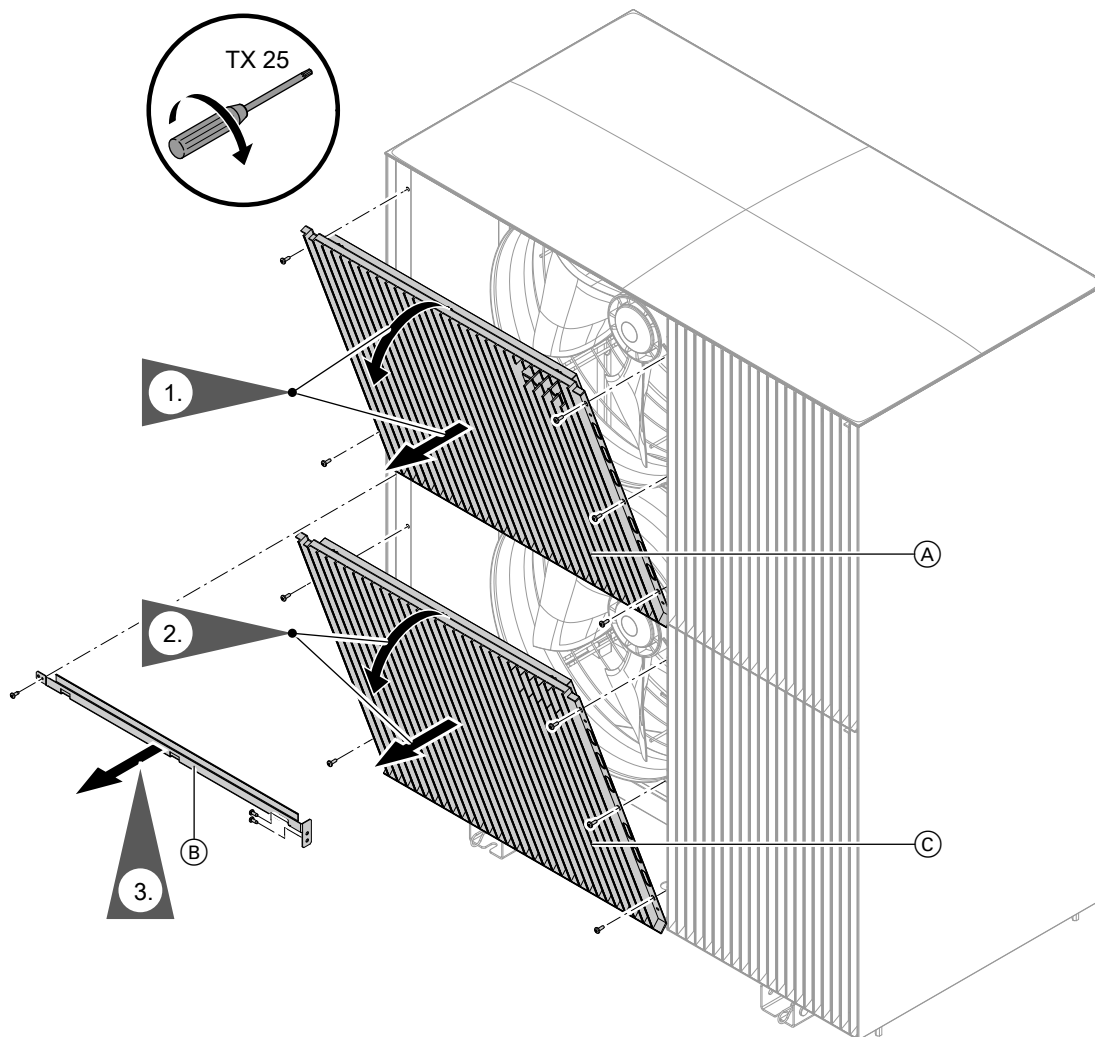

Abb. 122
3. Schutzgitter Ventilatoren und Versteifungswinkel abbauen: Siehe Abb. 122.